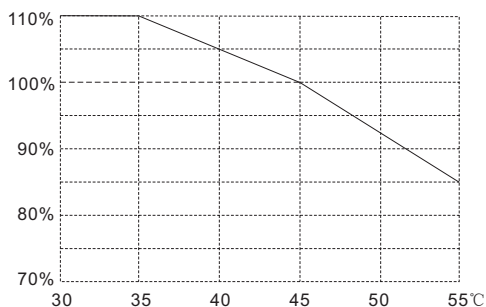
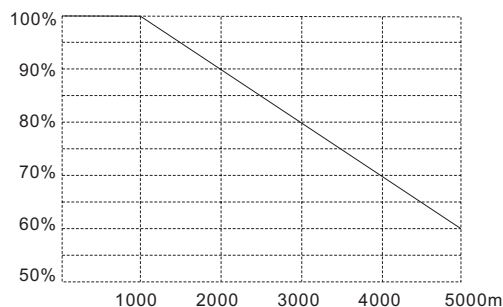

图3-1 额定输出电流与环境温度关系
图3-2 额定输出电流与海拔高度关系
- (1) 不要安装在多导电尘埃、金属粉末、腐蚀性、爆炸性气体的场所，振动小于 0.5G；
- (2) 温度：-10~45℃，由于环境温度变高造成控制器散热效果变差，有必要降额使用，额定电流与环境温度的关系如图3-1所示；
- (3) 湿度：20%~90%RH，无水珠凝结；
- (4) 海拔：在海拔高度超过1000米的地区，由于空气稀薄造成控制器散热效果变差，按 GB/T3859.2-93标准要求有必要降额使用，额定电流与海拔高度的关系如图3-2所示。